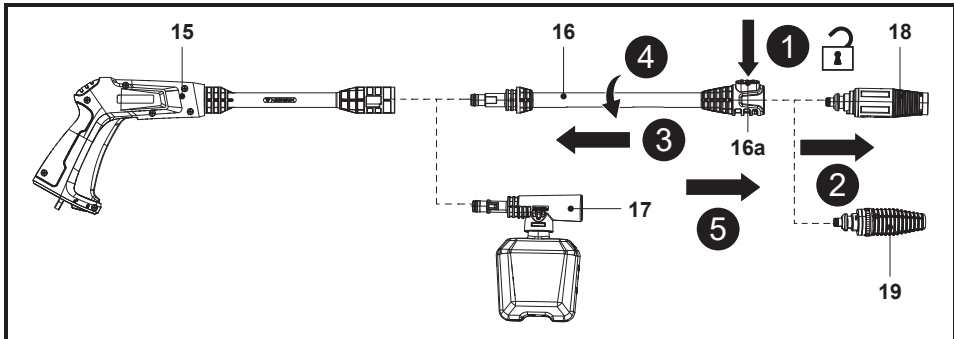

Fig. 3
**REMARQUE :** Lorsque deux composants sont correctement connectés, il est impossible de les séparer simplement en tirant dessus. Pour une utilisation correcte, tous les accessoires du pistolet de pulvérisation doivent être insérés dans le pistolet de pulvérisation (15).
4. Pour déconnecter la buse, appuyer sur le bouton de verrouillage (16a) et le maintenir, puis retirer la buse assemblée (Fig. 3, étapes 1 et 2). Réinstaller la buse requise.
5. Pour déconnecter la lance télescopique (16) ou la buse pour flacon de détergent (17), enfoncer et faire tourner la lance télescopique (16) dans le sens antihoraire pour la retirer (Fig. 3, étapes 3, 4 et 5). Réinstaller l'accessoire du pistolet de pulvérisation requis.